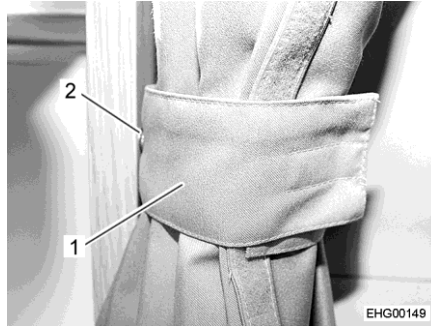

Fig. 9 Tendina oscurante, bloccata
- Bloccare le due metà della tendina oscurante con l'asola (Fig. 9,1) e il bottone automatico (Fig. 9,2).